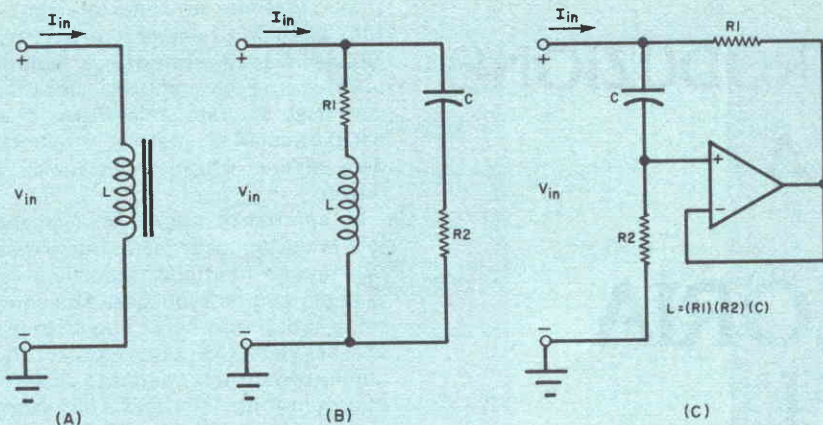

Fig. 1 - L'induttore con nucleo di ferro a) si può rappresentare come in b) e simulare usando il circuito giratore c).
Quanto detto vale per un induttore ideale; in pratica, invece, tutti gli induttori hanno una certa resistenza, capacità ed induttanza. Come illustrato nella *fig. 1-a* e nella *fig. 1-b*, un induttore con nucleo di ferro può essere considerato come un induttore con una resistenza (R_1) in serie, e questa combinazione è in parallelo con una capacità (C) ed una resistenza in serie (R_2). Un induttore in aria (*fig. 2-a* e *fig. 2-b*) si comporta come un'induttanza con una resistenza (R_1) in serie. In entrambi i casi " L " è l'induttanza della bobina e R_1 è la resistenza del filo con il quale è formata la bobina. L'induttore con nucleo di ferro contiene due elementi in più, R_2 e C , che rappresentano le perdite nel nucleo. Con corrente continua, non vi sono perdite nel nucleo e di conseguenza la capacità C nel modello della *fig. 2* non consente circolazione di corrente attraverso R_2 . Con l'aumentare della frequenza, aumentano le perdite nel nucleo; perciò, nel caso precedentemente citato, una corrente sempre maggiore scorre attraverso R_2 a mano a mano che la reattanza del condensatore diminuisce.
che appare come un vero induttore. Per capire come ciò avviene, analizzeremo i modelli di induttori della *fig. 1-b* e della *fig. 2-b* in termini di "ammettenza di porto", tenendo presente che un "porto" è un punto attraverso il quale l'energia può entrare od uscire. Nel caso di un circuito elettrico, esso può consistere in un paio di terminali ai quali è collegato un elemento circuitale. Gli induttori e le relative versioni della *fig. 1* e della *fig. 2* sono porti e quando una sorgente di tensione è collegata ai loro capi, viene applicata al circuito una tensione d'entrata (V_{in}) e scorre in esso una corrente d'entrata (I_{in}).
Facendo riferimento alla *fig. 1-b*, si può vedere che i resistori R_1 e R_2 stabiliscono i limiti dell'impedenza di porto sia alle altissime sia alle bassissime frequenze. Alla corren-
Analisi del giratore - Applichiamo ora questi concetti ai circuiti del giratore (*fig. 1-c* e *fig. 2-c*). Come nei circuiti equivalenti, R_1 rappresenta la resistenza ohmica del filo della bobina, mentre C e R_2 rappresentano le perdite nel nucleo, le quali aumentano in relazione con la frequenza applicata. Nei due circuiti è stato tuttavia aggiunto qualcosa di nuovo: uno stadio di guadagno. A tale scopo può essere usato qualsiasi dispositivo attivo, ma nel caso in esame è stato scelto un amplificatore operazionale grazie alla sua semplicità, al suo alto guadagno, all'impedenza d'en-
Se si applica una tensione continua ai terminali d'entrata del circuito della *fig. 1-c*, il condensatore *C* non conduce e la tensione sull'entrata non invertitrice è zero. Anche l'uscita è a potenziale di massa e, poiché l'amplificatore operazionale ha un'altissima ammettenza d'uscita (bassa impedenza di uscita), si può affermare che *R1* è collegato in parallelo al porto; perciò I_{in} scorrerà solo attraverso *R1*. Questo è in accordo con il comportamento del circuito equivalente della *fig. 1-b*. Le ammettenze di porto sono massime in corrente continua, limitate solo dai valori dei resistori *R1* (ammesso che siano uguali).
A frequenza infinita, "*C*" è un cortocircuito e quindi la tensione sull'entrata non invertitrice dell'amplificatore operazionale (ed anche quella d'uscita) è uguale a V_{in} . Poiché non vi è nessuna caduta di tensione ai capi di *R1*, questo resistore è praticamente staccato dal circuito. L'unico percorso di ammettenza è attraverso *R2* verso massa, lo stesso comportamento che si è notato nel circuito equivalente (*fig. 1-b*).
Con l'aggiunta di due resistori, si può simulare un induttore in aria. Le bobine in aria non hanno essenzialmente perdite di nucleo e quindi, nei loro circuiti equivalenti, non hanno una resistenza in parallelo. Per questa ragione, nel giratore della *fig. 2-c* vengono usati due resistori in più per stabilire il guadagno dell'amplificatore operazionale; se i loro valori sono correttamente scelti, essi forniscono un guadagno sufficiente per compensare le perdite di *R2* alle frequenze alte. Ma il guadagno deve essere scelto con attenzione, altrimenti il circuito potrebbe oscillare. Se *R3* è uguale a *R1* e *R4* è uguale a *R2*, il circuito sarà stabile e non presenterà resistenza in parallelo. In pratica, tuttavia, si guadagna poco rispetto al circuito della *fig. 1-c*, fintanto che il rapporto *R2/R1* è almeno da 90 a 100, perché gli effetti della resistenza di parallelo sono trascurabili nella maggior parte delle applicazioni audio che si incontrano comunemente.